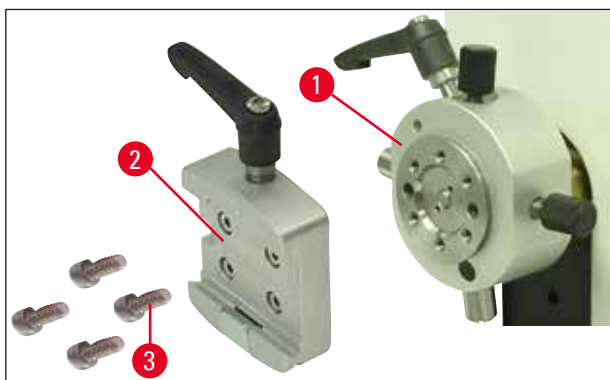

Fig. 9
2. Remova o receptáculo em cauda de andorinha (→ Fig. 9-2) da fixação do suporte da amostra (→ Fig. 9). Para isso, retire os quatro parafusos (→ Fig. 9-3) usando uma chave Allen com cabo, N° 3 (→ Fig. 10-1).